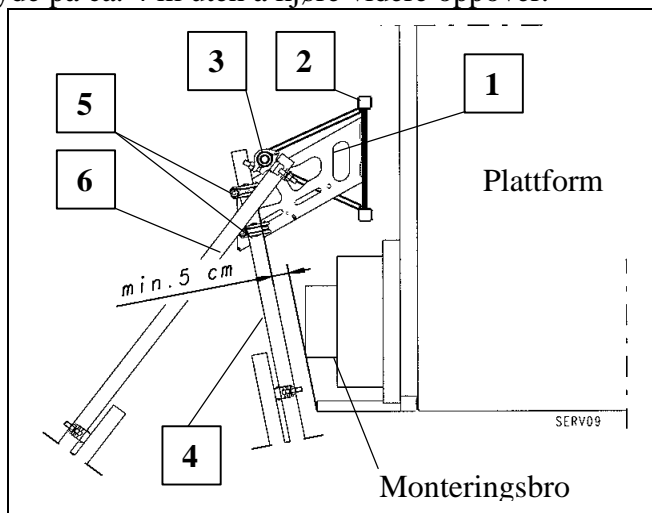

Fig. 21 Mastholder
De frie rørendene på mastforankringsrørene må ikke rage utover mastens tverrsnitt! Kollisjonsfare! (se Fig.21)
- Rettvinklet innretting av masten kan foretas med de to stillaskoplingene (Fig.21 Pos.5)